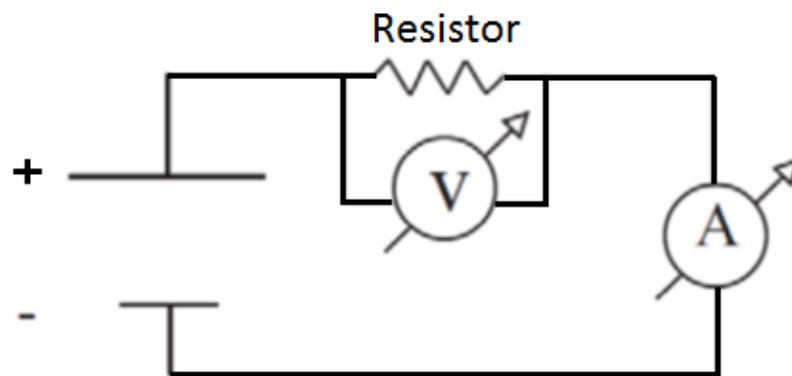

Figura 3: Esquema de ligação do circuito com resistor da experiência de 1ª Lei de Ohm.
- ii. Monte o circuito de acordo com a Figura 3, seguindo os procedimentos de segurança aprendidos na aula anterior.